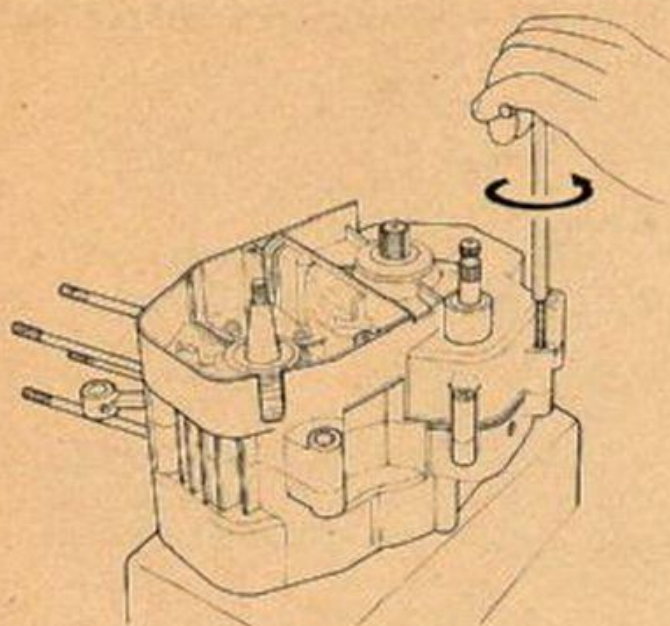
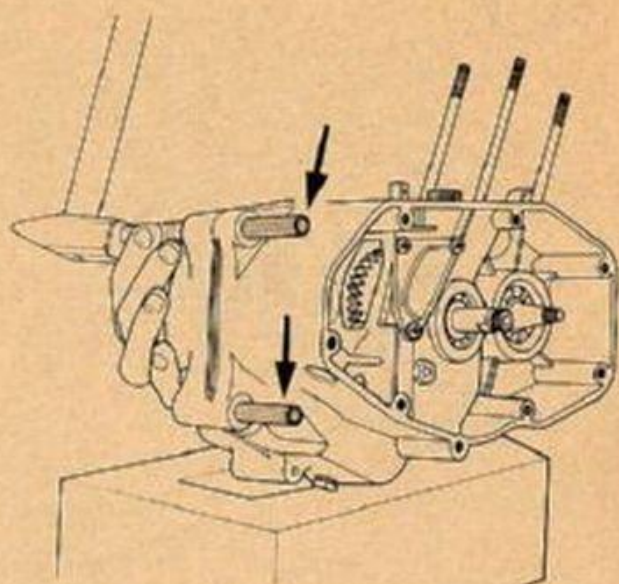

FIG. 22 Rimozione viti
FIG. 23 Rimozione grani
- 20) **TOGLIERE** le 13 viti di unione dei due semicarteri (fig. 22) e i 3 grani di riferimento usando una normale spina da 10 mm (fig. 23).